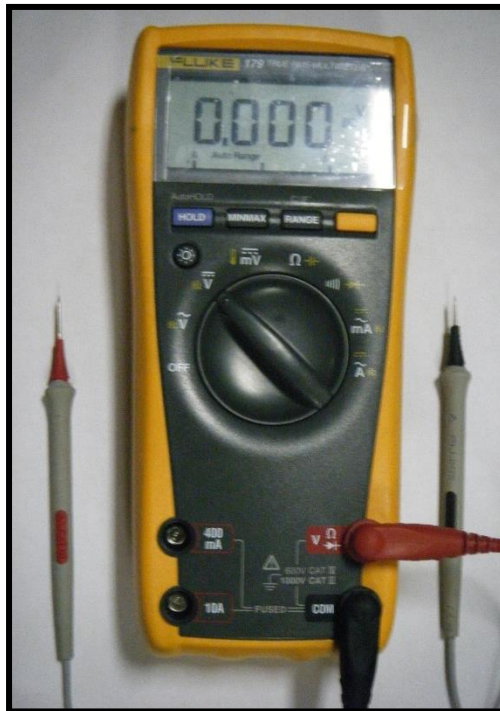

Figura 2.0. Multímetro en función de voltímetro.
3. Inserte el conductor negro en la terminal COM y el conductor rojo en la terminal V del multímetro y determine la escala adecuada de medición del instrumento en función del voltaje a medir, como se observa en la *figura 2.0*.